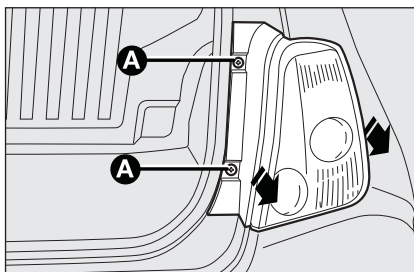

fig. 26
- ☐ svitare le due viti di fissaggio **A-fig. 26** ed estrarre il gruppo ottico assialmente senza ruotarlo;